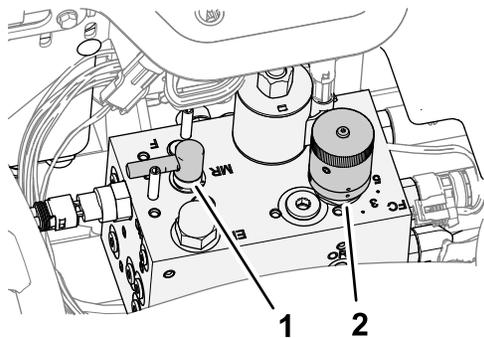

Figura 95
3. Mova a alavanca de retificação para a posição F (corte) (Figura 95).